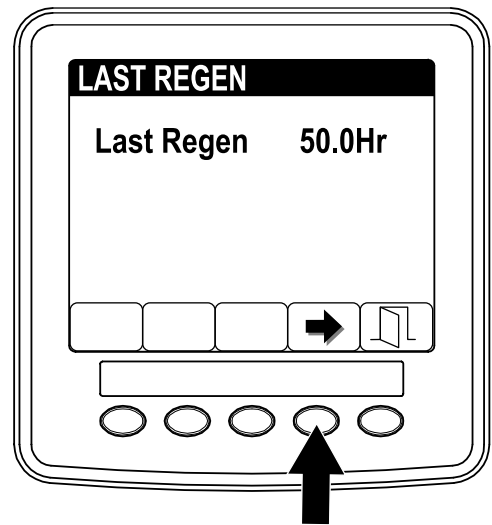

Figura 35
3. Utilice el campo LAST REGEN (Última regeneración) (Figura 35) para determinar cuántas horas se ha utilizado el motor desde la última regeneración de restablecimiento, con la máquina aparcada o de recuperación.